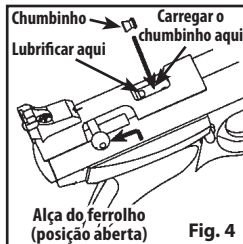

Fig. 4
2. Arme o ferrolho levantando a pega do ferrolho para cima e puxando o ferrolho completamente para trás (Fig. 4).
2. Arme o ferrolho levantando a pega para cima e puxando o ferrolho completamente para trás até escutar dois cliques (consultar a Fig. 4).
2. Spannen Sie den Bolzen, indem Sie den Bolzengriff nach oben drücken und den Bolzen vollständig zurückziehen (Abb. 4).